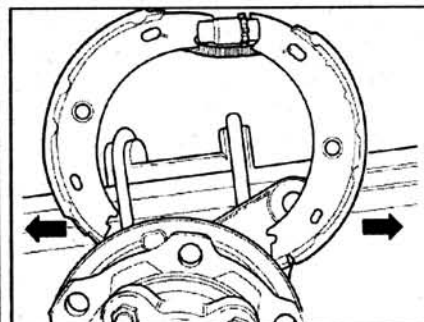

Рис. 7.51. Снимите тормозные колодки.
6. Снимите тормозные колодки (рис. 7.51).